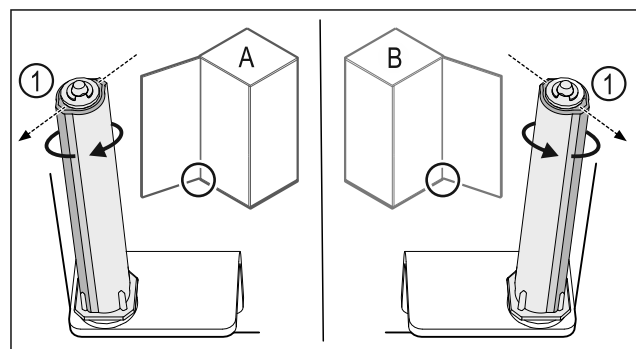

Fig. 50 Vänsterhängd (A)/högerhängd (B)
- ▶ Vrid låssystemet mot motståndet, tills låssystemets klack Fig. 50 (1) är vänd utåt.